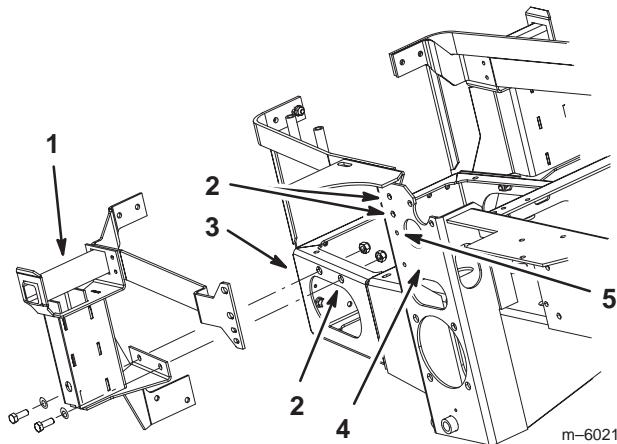

Bild 10
9. Verwenden Sie die Graskollektorbefestigungshalterung als Schablone. Markieren Sie die vier Löcher in der Mitte der Slitze (Bild 10).
10. Nehmen Sie die Graskollektorbefestigungshalterung ab (Bild 10).
11. Bohren Sie vier Testlöcher mit einem Durchmesser von 3 mm an den markierten Stellen. (Bild 10).
12. Bohren Sie zwei Löcher mit einem Durchmesser von **10 mm** durch die 3 mm Testlöcher in das Seitenchassis (Bild 10).
13. Bohren Sie zwei Löcher mit einem Durchmesser von **10 mm** durch die 3 mm Testlöcher seitlich in die hintere Stoßstange (Bild 10).